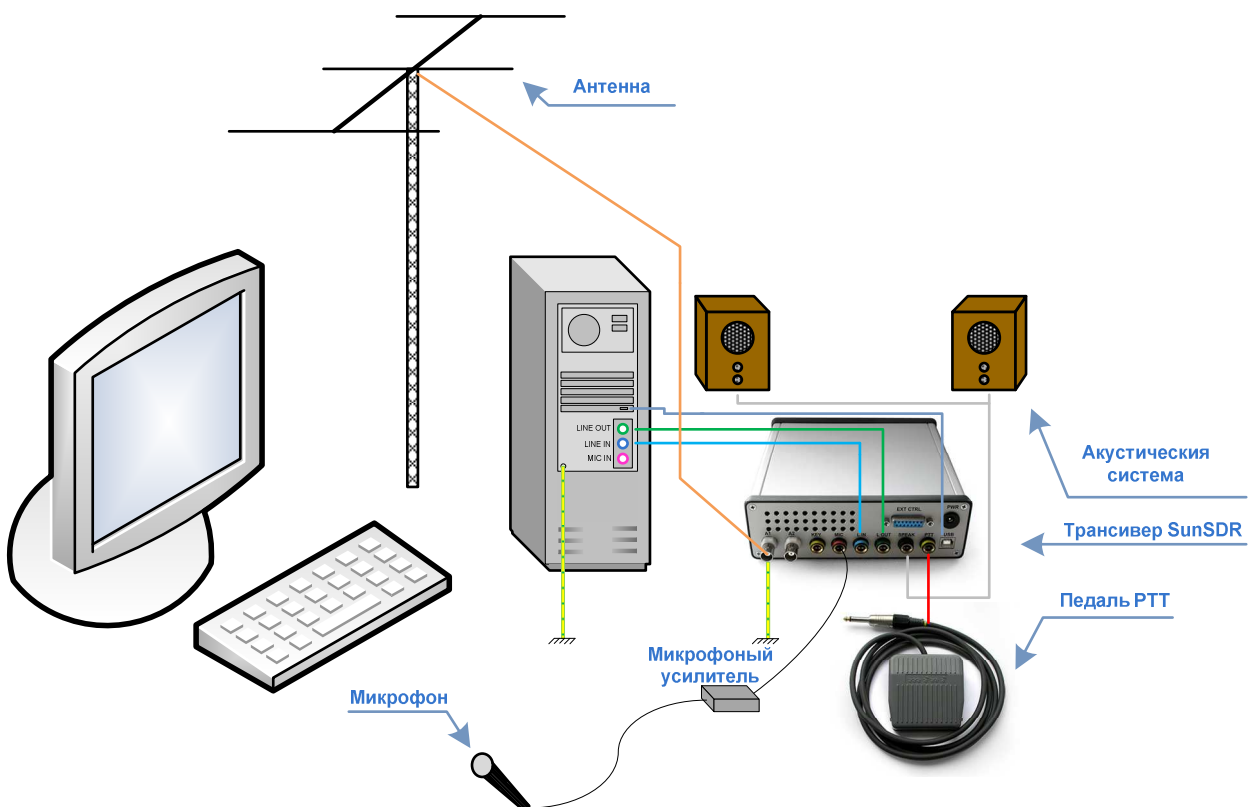

Рисунок 3.3 – Подключение трансивера SunSDR к встроенной звуковой карте
1.4. Подключение прибора к компьютеру производится в соответствии со схемой подключения рис. 3.3, 3.4 стр.19, 20 и описательной частью раздела 3.